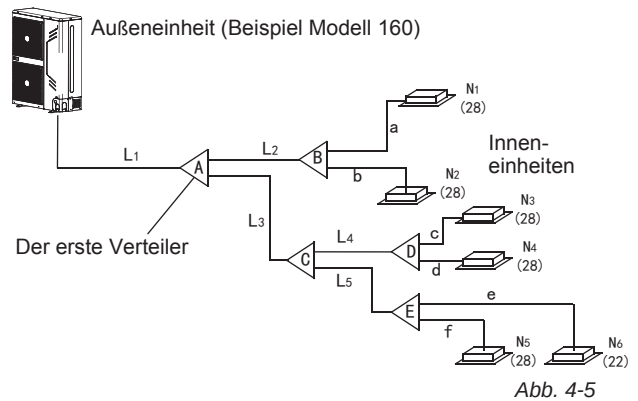

Abb. 4-5
- 2) Beispiel: In Abb. 4-5 beträgt die Gesamtleistung des Wassers stromabwärts im Rohr L2 28x2·56, sodass laut der Tabelle 4.4, der Gas-/Flüssigkeitsdurchmesser von L2- $\Phi 15.9$ (5/8") / $\Phi 9.5$ (3/8") sein wird.